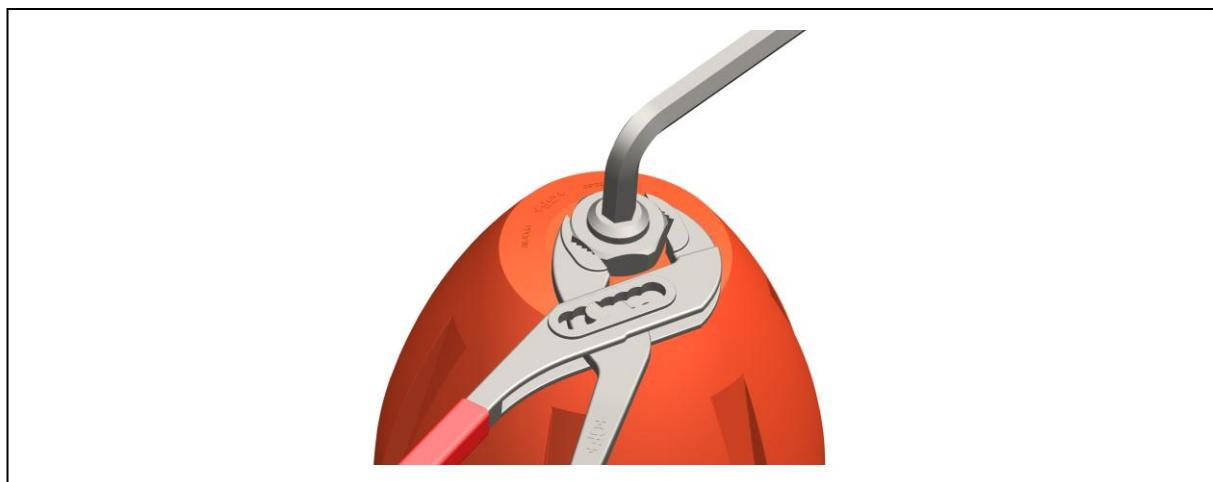

Abb. 6
► Spindel mit Innensechskant fixieren und gleichzeitig die Kontermutter mit entsprechendem Werkzeug anziehen, siehe Abb. 6